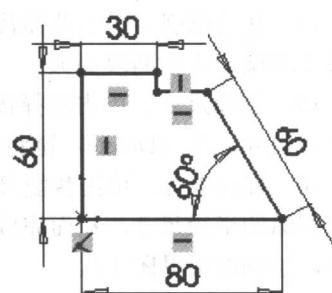

图 2-4 标注尺寸
- 标注尺寸。单击智能尺寸按钮，标注直线的尺寸如图 2-4 所示。